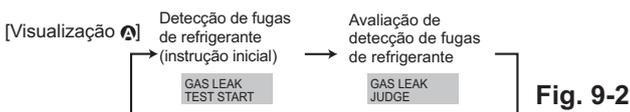

Fig. 9-2
2. Prima o botão **CLOCK** e selecione [GAS LEAK TEST START] (Iniciar teste de fuga de gás). (Fig. 9-2)